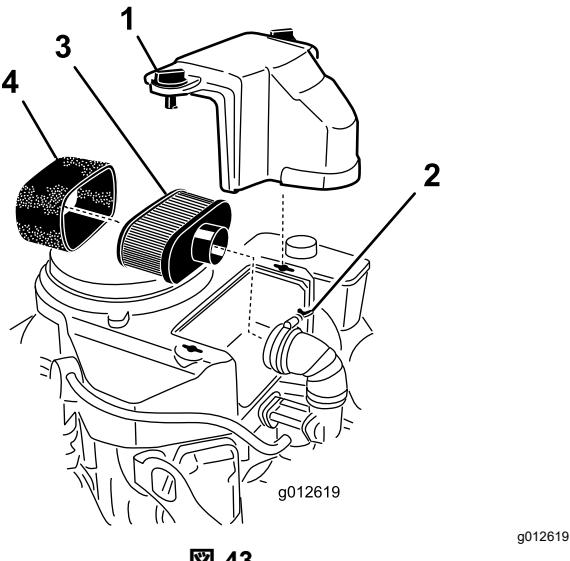

図 43
3. エアクリーナを外したときエンジン内部に異物が入らないよう、周辺をきれいに拭く(図 43)。
4. エアクリーナのカバーのノブのねじをゆるめてカバーを外す図 43。
5. エアクリーナのホースクランプをゆるめてエアクリーナアセンブリを外す図 43。
6. ペーパーエレメントからスポンジエレメントを注意深く取り外す(図 43)。
2. エアクリーナのベースまたはホースにエアクリーナーセンブリを取り付けて固定する図 43。
3. エアクリーナのカバーを取り付け、ノブを締め付けて固定する図 43。
1. ペーパーエレメントを軽くたたいて、たまっているほこりを落とす。汚れがひどい場合には、新しいペーパーエレメントに交換する図 43。
1. ペーパーエレメントに、注意深くスポンジエレメントを取り付ける図 43。